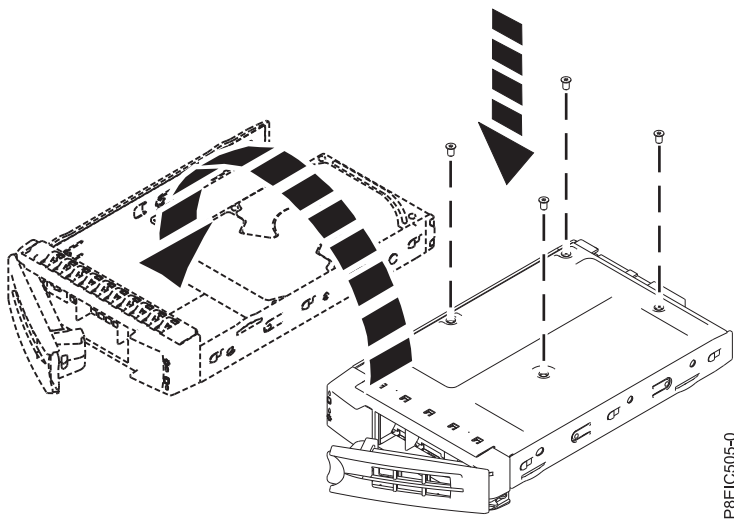

Figure 11. Montage de l'unité 2,5 pouces dans le tiroir
- Une unité 2,5 pouces doit être positionnée à l'arrière du tiroir. Tout en maintenant l'unité et le tiroir, retournez celui-ci. Fixez l'unité au bas du tiroir à l'aide de quatre vis, comme illustré dans la figure 11.